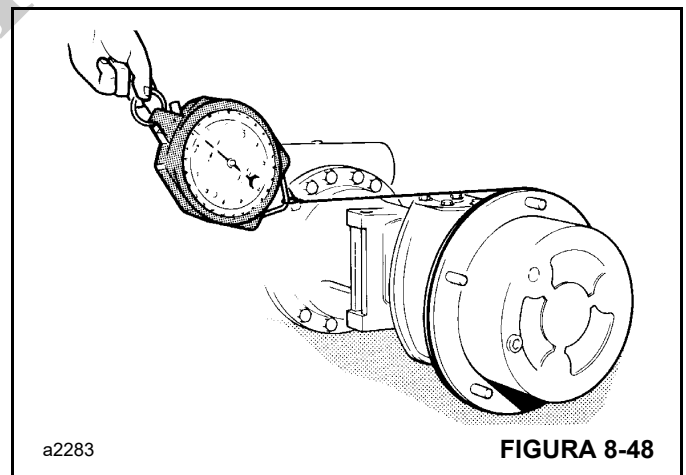

FIGURA 8-48
- a. Use una balanza de resorte y un cordón enrollado alrededor de la brida del portaplanetarios (Figura 8-48). Tire de la balanza de resorte de manera que el cubo gire. Haga esto varias veces para fijar el sello y luego registre la indicación.